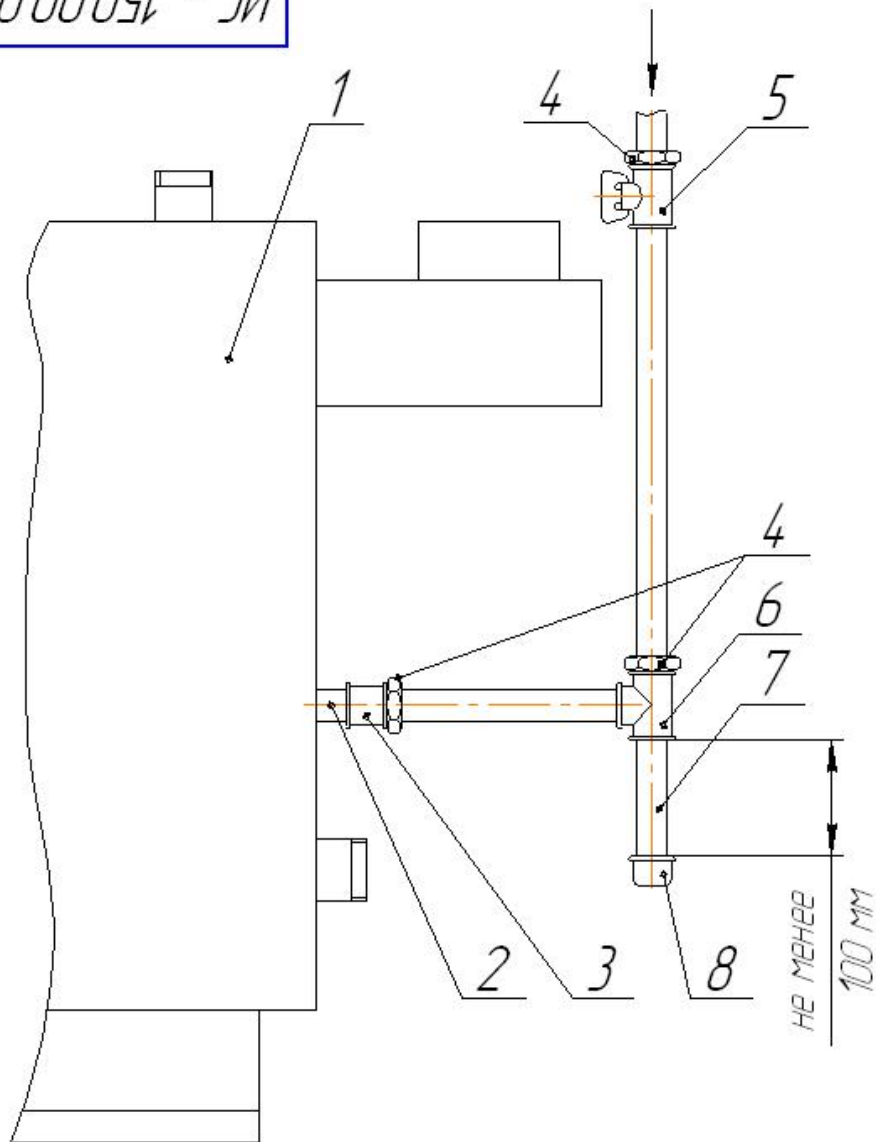

Рис. 9. Схема подсоединения котла к газопроводу.
5.7 На газоподводящей трубе перед котлом обязательно должен быть установлен газовый кран, перекрывающий доступ газа к котлу /см. рис. 9/.
5.8 Рекомендуются на входе газопровода в котел устроить ловушку-отстойник /см. рис. 9/.
2 На входе в котел /клапан/ обязательно нужно устроить конденсатную ловушку /см. рис. 9 /.